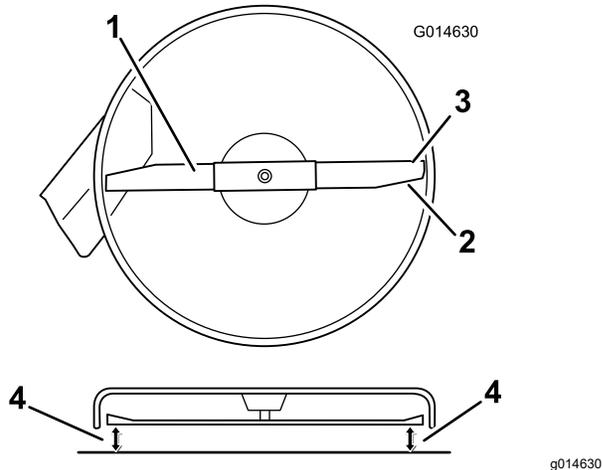
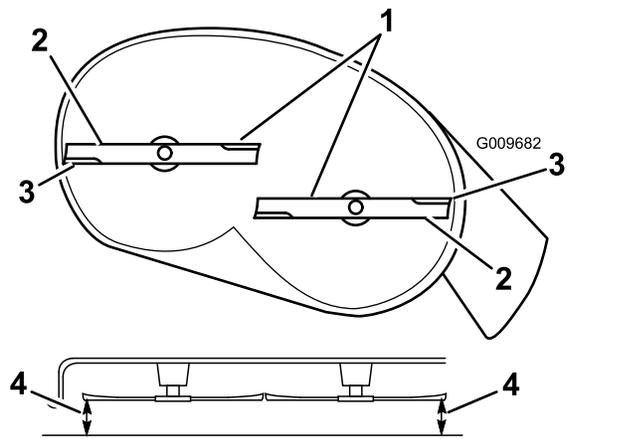

Figura 57
Figura 58
4. Gire cuidadosamente las cuchillas hasta que estén todas orientadas lateralmente (Figura 57 y Figura 58).
5. Mida entre los bordes de corte exteriores y la superficie plana (Figura 57 y Figura 58).